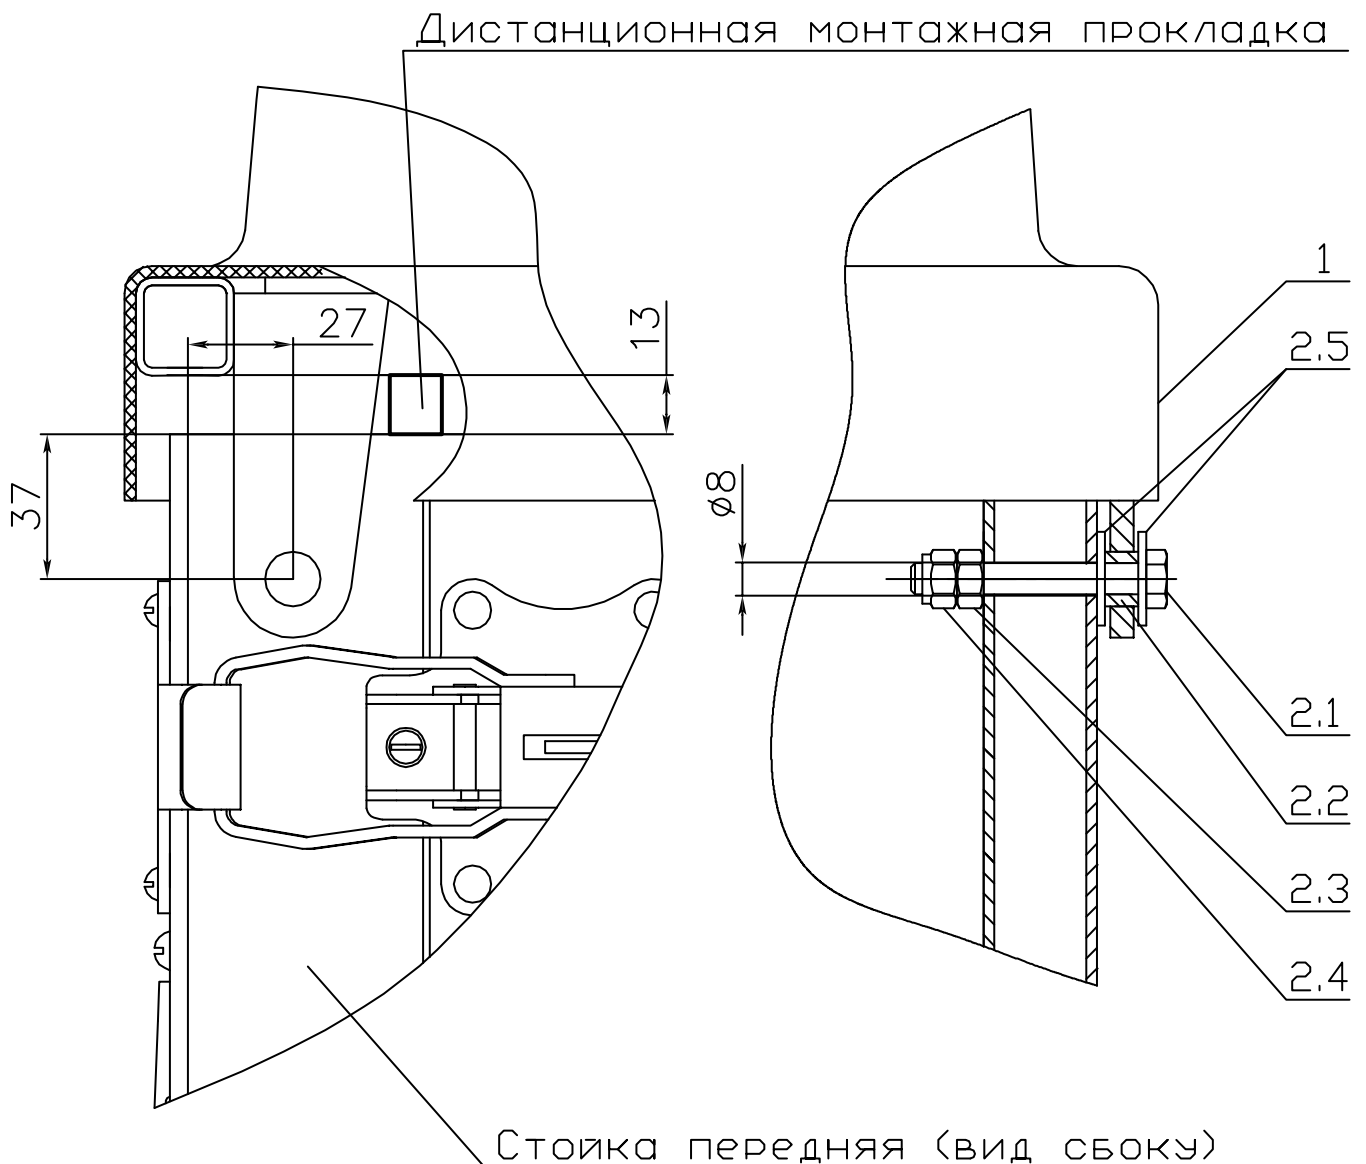

Рисунок 1.
3. Приподнять переднюю часть крышки и положить между, боковым бортом прицепа и боковой частью рамки крышки дистанционные монтажные прокладки толщиной 13мм (рис. 1).
4. Сдвинуть крышку так, чтобы центры отверстий петель оказались в 27 мм. от края передней стойки, как показано на рис. 1.
6. Вставить в петли крышки втулки 2.2 и просверлить через них отверстия  $\varnothing 8$ мм, в передних стойках прицепа (рис. 1).
7. Установить в соответствующем порядке втулку 2.2, шайбы 2.5, болт 2.1 и гайки 2.3 и 2.4 как показано на рис. 1.